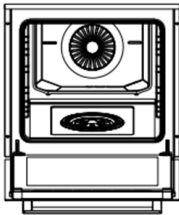
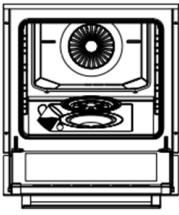
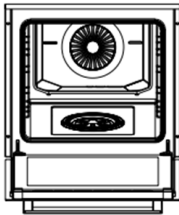

Figura 12
Figura 13
Figura 14
2. Abrir a tampa do aparelho (ver figura 12). Retire a tampa do reservatório de água e encha o reservatório (ver figura 13). Em seguida, feche a tampa do reservatório de água (ver figura 14). Feche a tampa do aparelho e pré-aqueça-o durante 10 minutos. Após o pré-aquecimento, pode colocar os alimentos no aparelho.